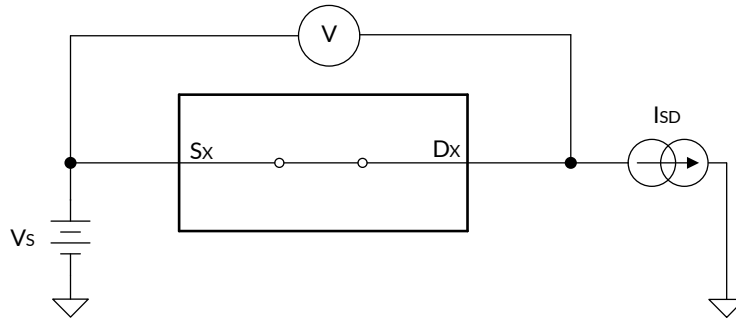

图 11. 导通电阻测量配置
器件的导通电阻是指其源极 (S_x) 与漏极 (D_x) 引脚之间的欧姆电阻。导通电阻会随输入电压和电源电压的变化而变化。符号 R_{ON} 用于表示导通电阻。下图展示了测量 R_{ON} 的测试配置，通过该配置测量电压 (V) 和电流 (I_{SD})，并按图 11 所示，导通电阻值按公式 $R_{ON} = V / I_{SD}$ 计算得出。